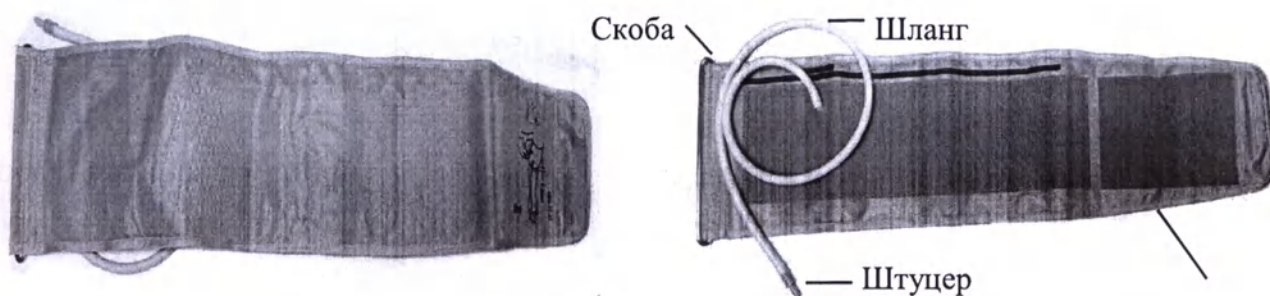

Рисунок 17.3.
1.2.2.3. Манжета универсальная на плечо (Рисунок 17.3) состоит из пневмокамеры, соединенной с шлангом, рукава и металлической скобы.